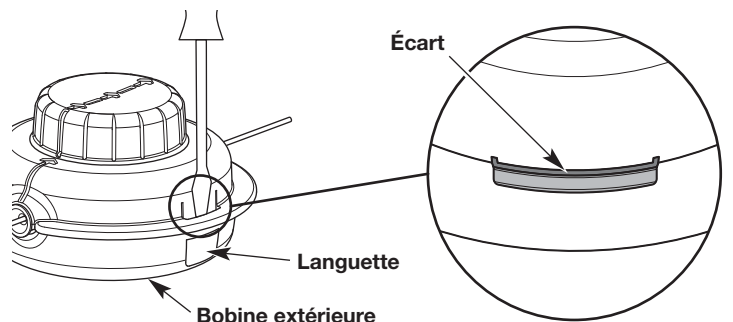

Fig. 1
2. Maintenez la pression sur l'onglet. Insérez un tournevis à tête plate dans l'écart entre la bobine extérieure et l'onglet (Fig. 1).